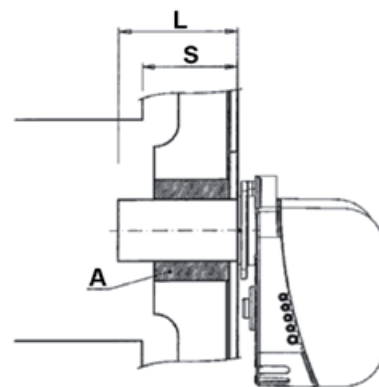

fig. 12
5.7 Montaje del quemador (Fig. 12)